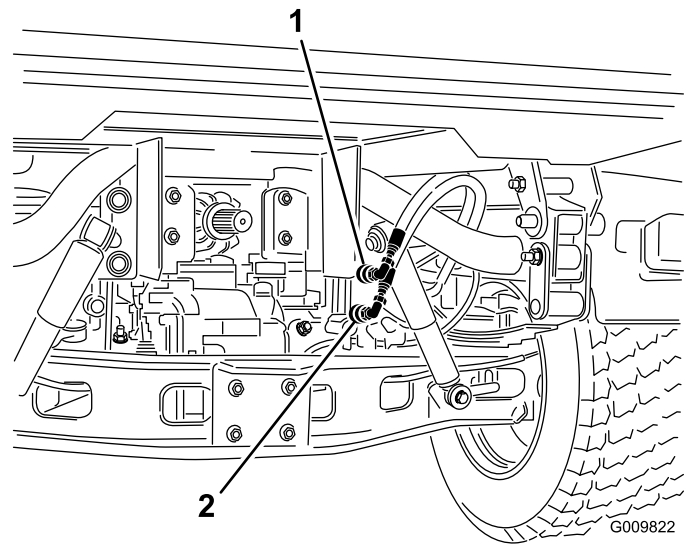

Figura 92
- En ambos vehículos, desconecte las dos mangueras con acoplamiento rápido de las mangueras que están conectadas al soporte de acoplamiento (Figura 92).